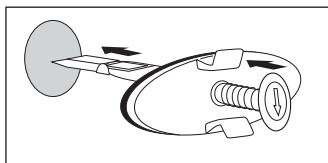

Fig. 1
- Si le trop-plein est rond, exercez une pression constante sur la goupille à ressort jusqu'à rabattre le levier de verrouillage de manière à le placer dans le prolongement avec la goupille à ressort (fig. 1.).